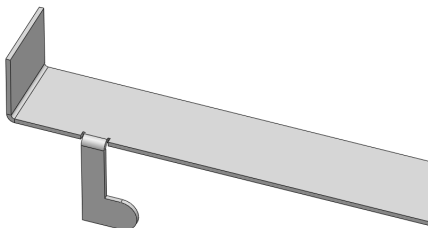

图 13-14 编辑边线法兰特征
(9) 退出草图编辑环境，即可完成边线法兰特征的编辑操作，如图 13-14 所示。